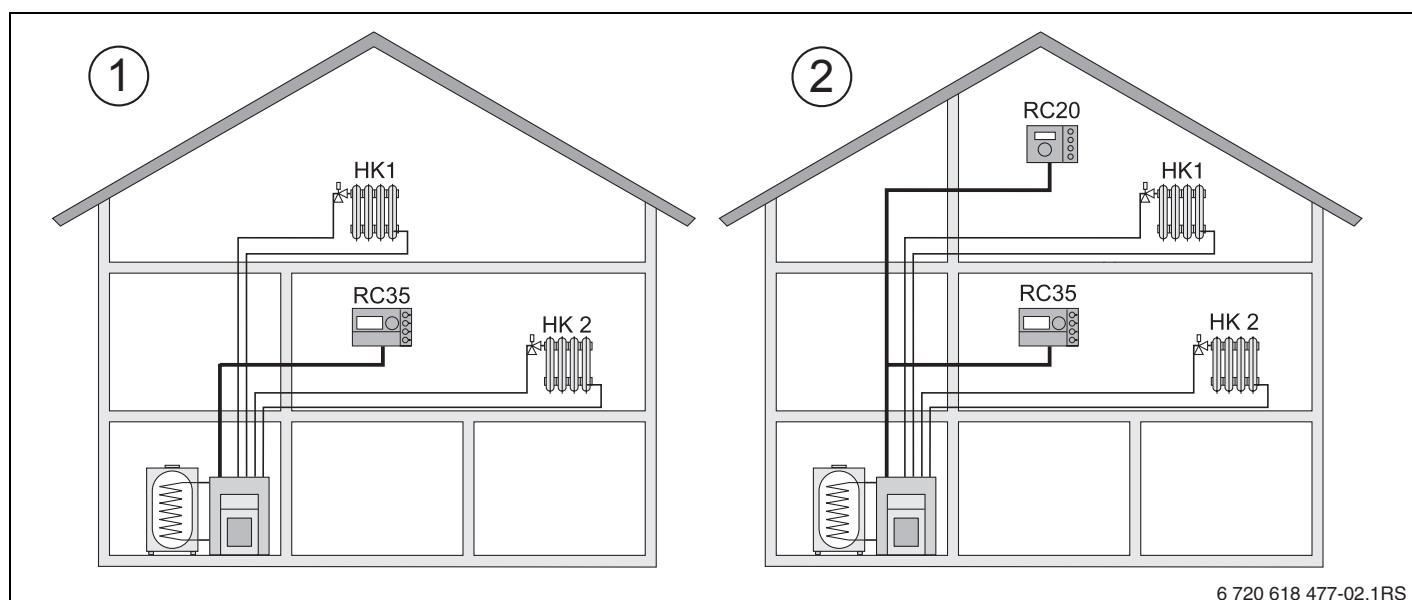

Рис. 2 Варианты для отопительной установки с двумя отопительными контурами
- Как единственный пульт управления на отопительной установке с двумя или более отопительными контурами¹⁾ (→ рис. 2, [1]).
- В сочетании с дистанционным управлением (например, RC20/RC20RF, рис. 2, [2]). В этом случае речь идёт всегда о двух раздельных отопительных контурах.